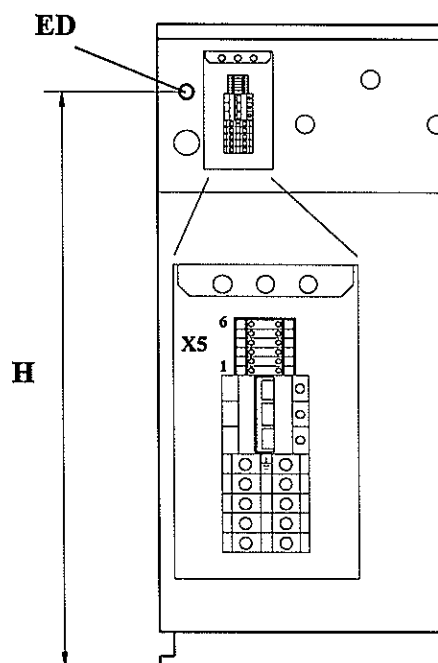

fig. 17
- Secure the wire guard in the hole **ED (fig.17)** and insert the wire inside the terminal block.
- Connect the supply wire to terminals **X5, (fig. 17)**, refer to enclosed table, depending on the type of washer control.
- Fijar el protector del conductor en el orificio **ED (fig. 17)** e introducir el conductor en el interior de la caja de bornes.
- Conectar el conductor de alimentación a los bornes **X5, (fig. 17)**, según tabla adjunta, dependiendo del tipo de control de la lavadora.
- Fixer le protecteur du câble sur l'orifice **ED (fig. 17)** et introduire le câble à l'intérieur du boîtier de bornes.
- Connecter le câble d'alimentation aux bornes **X5 (fig. 17)**, suivant le tableau ci-joint, et d'accord au type de contrôle de la machine.